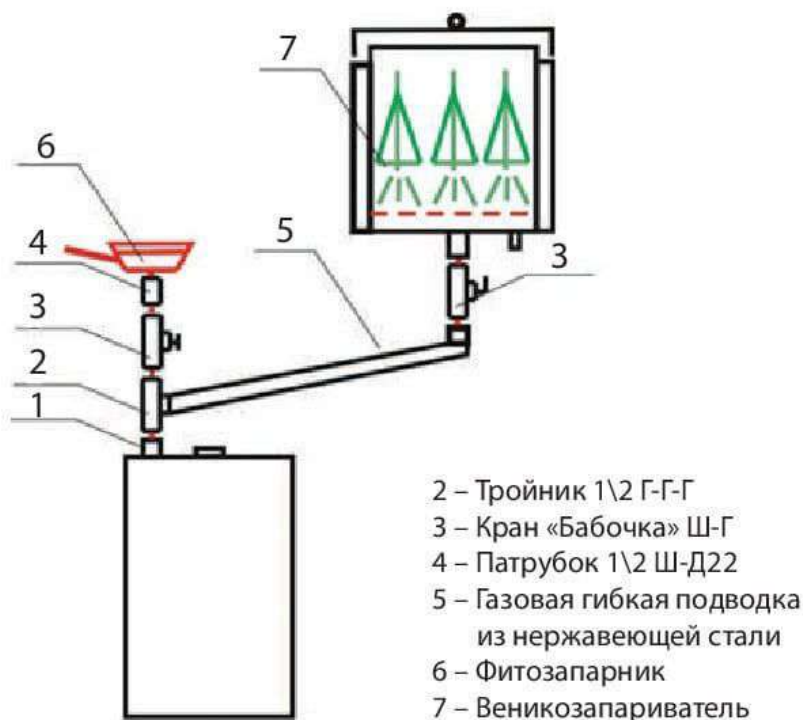

Рис. 5 Схема отбора насыщенного пара от парогенератора
2.2.6 В качестве опции к Устройству возможно подключение Фитозапарника и (или) Веникозапарника в соответствии со схемой подключения рис. 5. К штуцеру отбора пара (поз. 1 рис. 5). через кран (поз. 3, рис. 5). подключается Фитозапарник (поз. 6 рис. 5), или, посредством гофрированной трубы из нержавеющей стали (поз. 5 рис. 5), Веникозапарник (поз. 7 рис. 5). При одновременном использовании Фитозапарника и Веникозапарника используется тройник (поз. 2 рис. 5)
В Устройстве режим автоматического поддержания температуры в парильном помещении дополнен режимом парогенерации. Для включения ЭГПП следует нажать клавишу на левой боковой стороне ПУ (поз. 1, рис. 6), при этом на ПУ должен светиться индикатор красного цвета (поз. 2, рис. 5). Примерно через 30 мин. начнется генерация паровоздушной смеси.